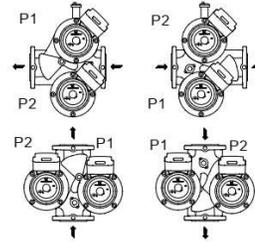

Рис. 8 Направления потока для сдвоенных насосов
**Сдвоенные насосы с горизонтальным расположением трубопровода должны в обязательном порядке оснащаться автоматическими воздухоотводчиками. Смотрите рис. 8.**
Возможные направления потока для сдвоенных насосов показаны на рис. 8.